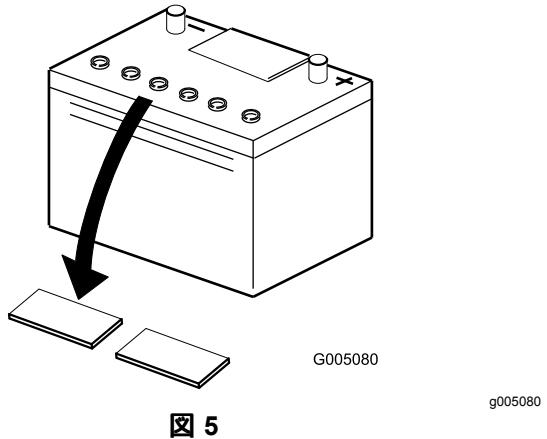

図 5
2. バッテリーの上部をきれいに拭い、キャップを取り外す **図 5**。